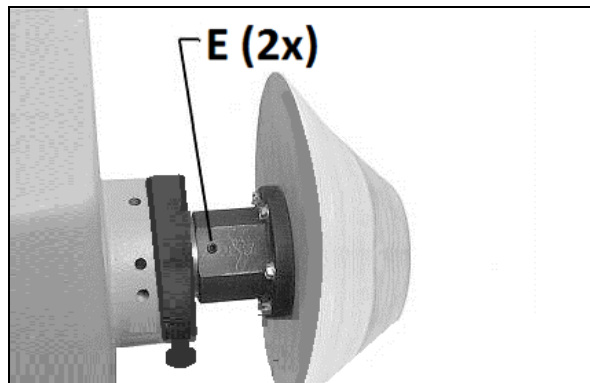

Рис. 38
**Планшайба** используется для обработки чаш. На планшайбе находится несколько отверстий для установки заготовки. Навинтите планшайбу на шпиндель по часовой стрелке и затяните два установочных винта. (E, Рис. 38).